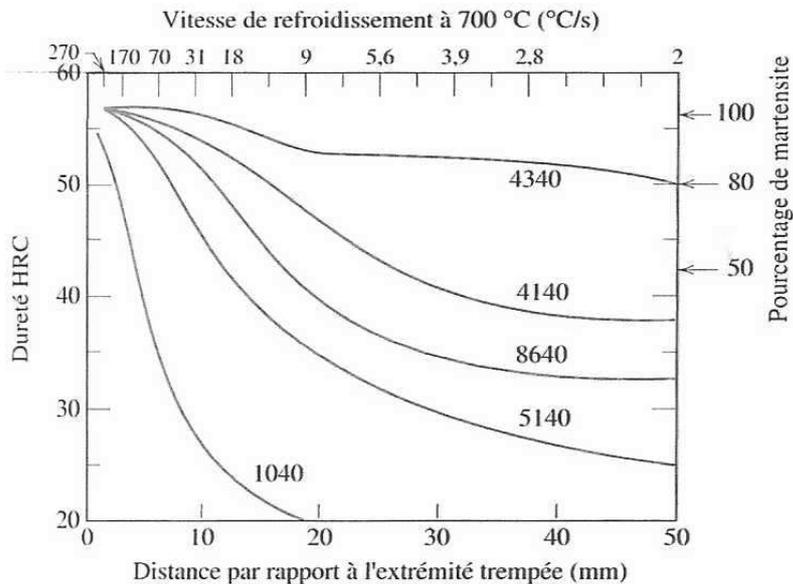

Figure 4 : Courbes de trempabilité de différents aciers.
3. Sur la figure 4, les courbes de trempabilité (signification ?) de différents aciers sont représentées. Tout d'abord vous rappellerez quel est l'essai, en donnant son principe qui permet d'évaluer la trempabilité d'un acier. Le pourcentage de carbone de tous ces différents aciers (4340, 4140, 8640, 5140 et 1040) est identique et égal à 0,40%m. Retrouver, en justifiant votre réponse, les courbes attendues pour les aciers suivants :